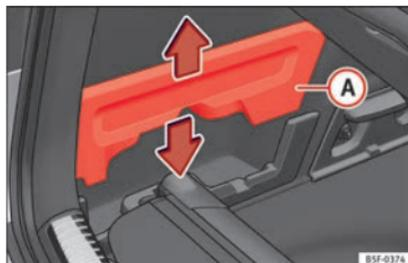

Fig. 165 Nel bagagliaio: Alloggiamento per la riposizione del pianale portaoggetti
- Rimuovere le coperture » **fig. 165 A** sinistra e destra.